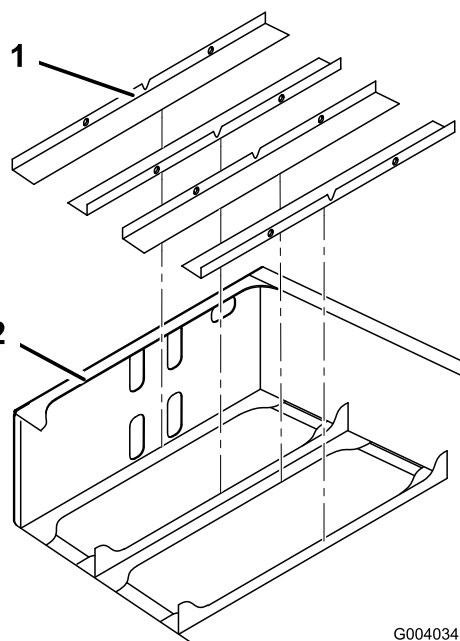

Figura 4
- Instale las almohadillas de la bandeja de la batería en el bastidor trasero, según se muestra en Figura 4.